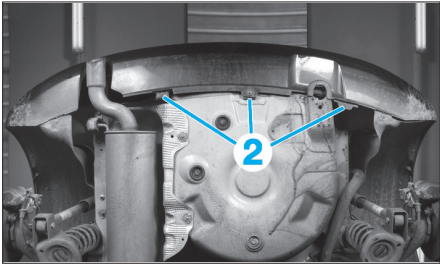

FIG. 127
- sous le véhicule, les vis (2) (Fig.127).